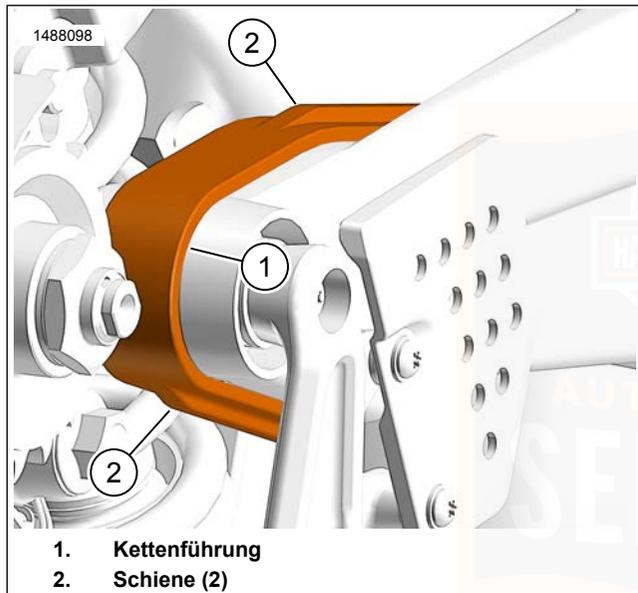

Abbildung 70. Kettenführungsschienen
Siehe Abbildung 70. Die Kettenführung (1) und Schiene (2) prüfen auf: